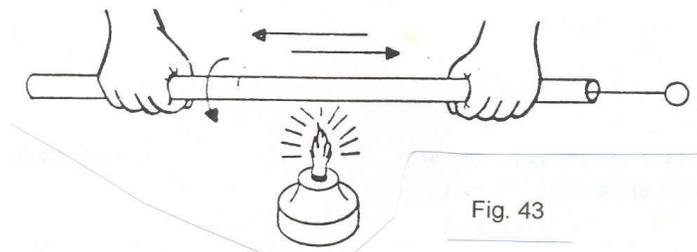

Fig. 43
a) Aqueça a zona a ser curvada, fazendo girar e deslocando o eletroduto em um e outro sentido, sobre uma fonte de calor suave, para que se amoleça o plástico (fig. 43).